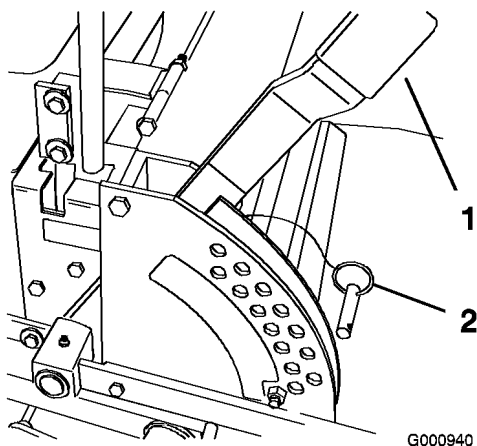

Figure 17
1. Relevez le levier de sélection de hauteur de coupe en position de transport (qui correspond aussi à la hauteur de coupe de 127 mm ou 5 pouces) (Figure 17).
2. Pour changer de hauteur de coupe, retirez l'axe de chape du support de hauteur de coupe (Figure 17).
3. Placez l'axe de chape dans le trou du support correspondant à la hauteur de coupe voulue (Figure 17).